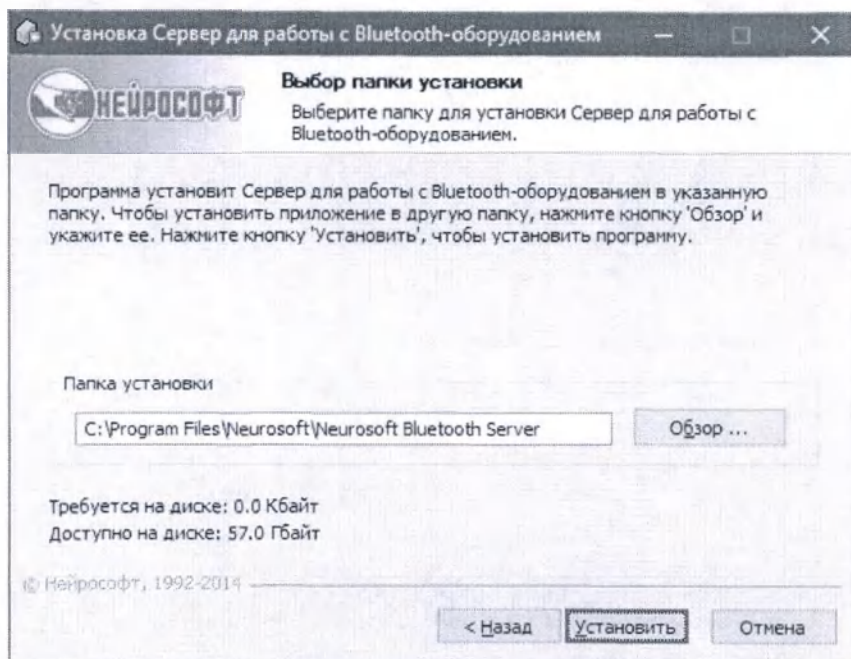

Рис. 11. Окно выбора каталога установки
5. Нажмите «Установить» в окне выбора каталога установки (рис. 11).